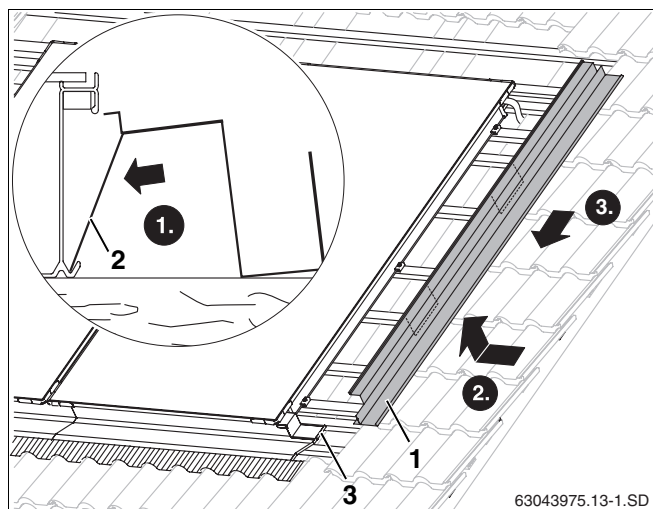

Fig. 48 Montage de la tôle de recouvrement droite latérale
- Placer les tôles d'appui (fig. 48, **pos. 2**) dans le bord inférieur du capteur.
- Insérer les tôles de recouvrement latérales droite et gauche (fig. 48, **pos. 1**) avec les bords en haut dans la rainure du capteur et les glisser sur la tôle inférieure.
- Pour fixer, appuyer contre le recouvrement rainure-languette des deux tôles (fig. 48, **pos. 3**).